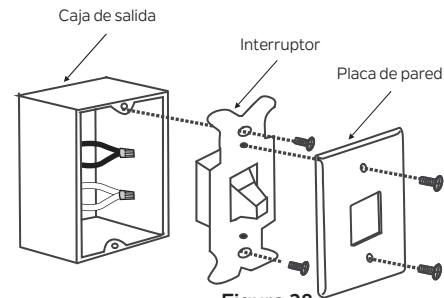

Figura 28
**Paso 1.** Retire la placa de pared existente y el interruptor antiguo de la caja de salida de pared. (Figura 28)
nuevamente en la caja de salida de pared. (Figura 28)